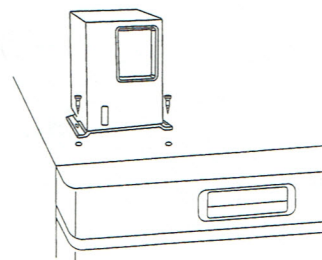

図 2
2. フレーム天面左側に付いている 4 本のネジのうちの外側の 2 本を外し、そのネジ孔に取付金具の孔を合わせ、外したネジを用いて、記録計をフレーム天面に固定します。(図 2)